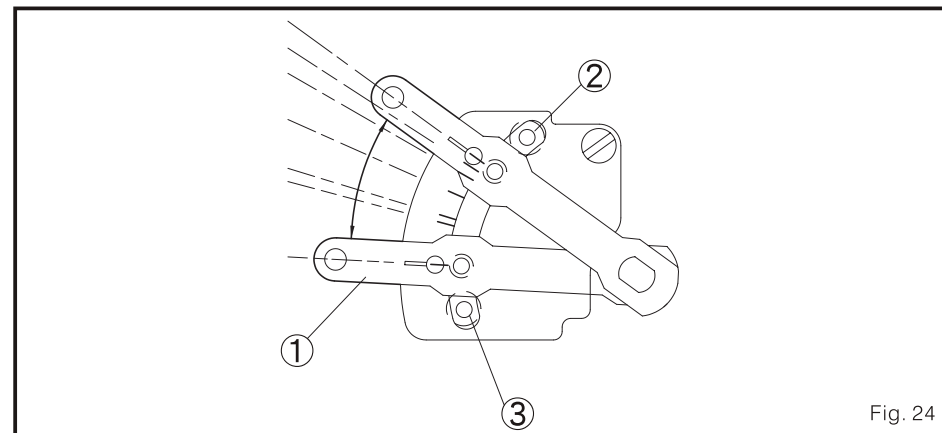

Fig. 24
- b. Depois de determinar a gama de movimento da barra balanceadora 1, ajuste o prendedor que bloqueia 2 e 3. (Fig. 24)